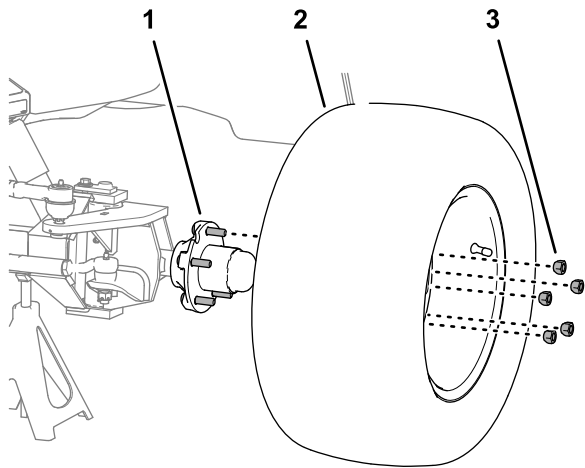

Figure 3
2. Retirez les 5 écrous qui fixent la roue gauche au moyeu, puis déposez la roue de la machine (Figure 3).